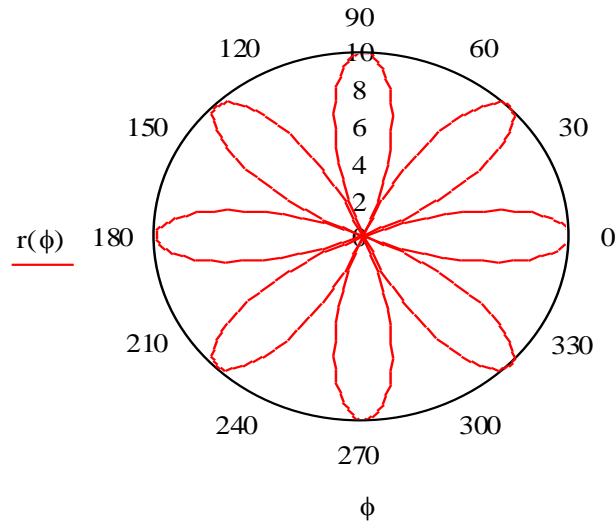

Рисунок 3.20 - Построение полярного графика в MathCAD
**Пример 3.7.** Построение полярного графика отражено на рис. 3.20.